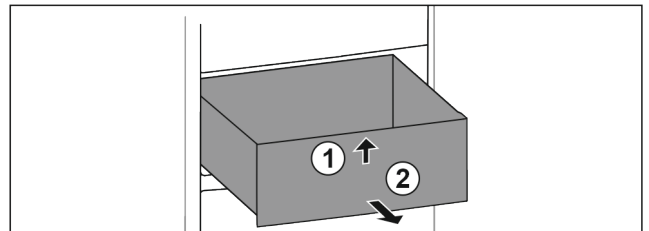

Fig. 13
- ▶ Ridicați în față Fig. 13 (1).
- ▶ Extrageți spre înainte Fig. 13 (2).